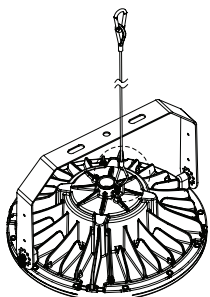
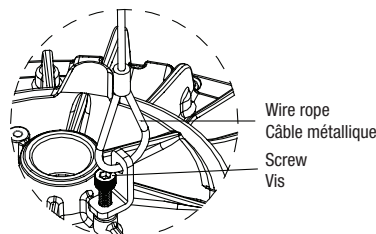
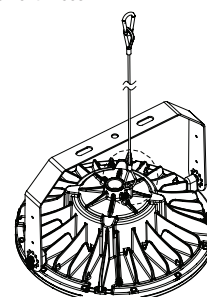
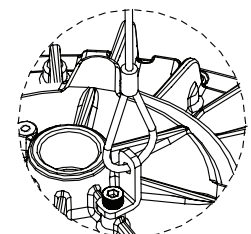

Figure 11
Figure 12
Figure 13
Figure 14
2. Put the screw through the safety rope (Figure11, Figure12), and fix it in the mounting hole of the lamp radiator (Figure13, Figure14). Ensure that the screws are firmly fixed.
2. Passez la vis à travers le câble de sécurité (Figure11, Figure12) et fixez-la dans le trou de montage du radiateur de la lampe (Figure13, Figure14). Veiller à ce que les vis soient fermement fixées.